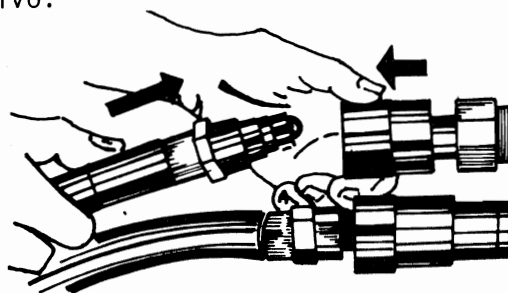

Fig. 2
- a Acople el terminal de la manguera a la conexión de salida de aceite (fig. 2).